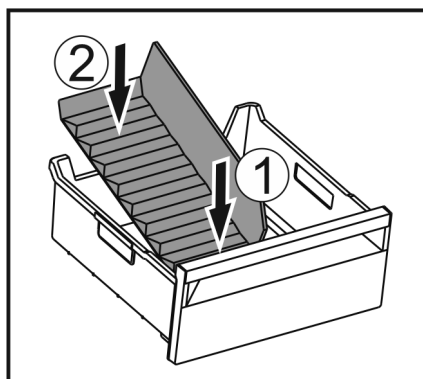

Fig. 222
- ▶ Umetnite prednji dio pregrade ladice za led. Fig. 222 (1)
- ▶ Spustite stražnji dio pregrade ladice za led do dna ladice. Fig. 222 (2)